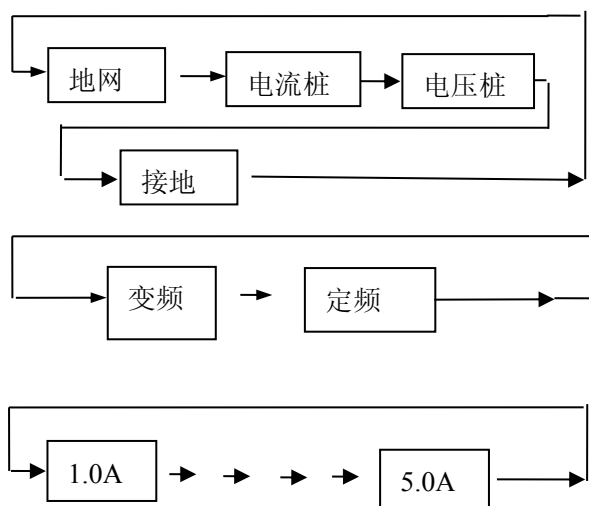

图 5
3.3、在光标当前所示项目，按▼ ▲键键可进行该项菜单的变更，并循环指示，流程见图 5 所示。